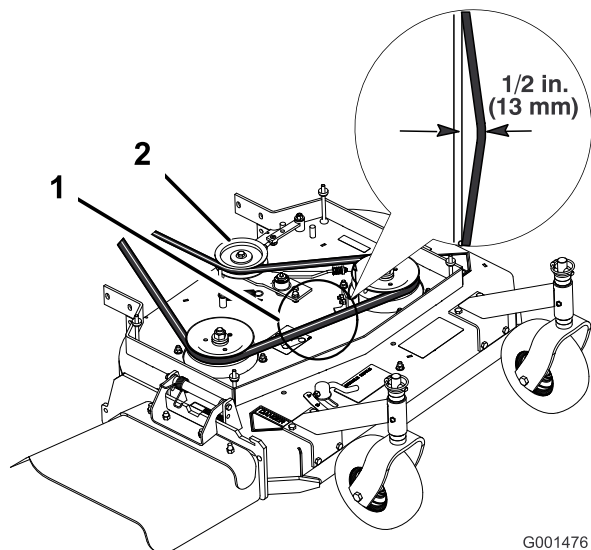
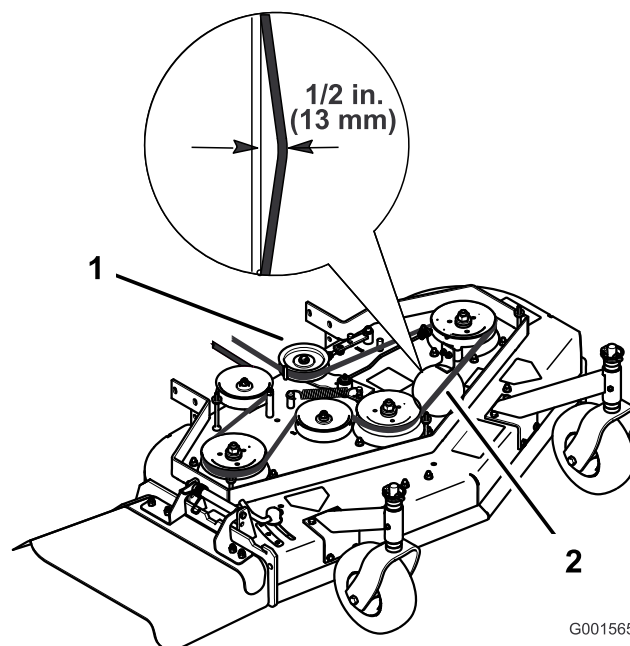

Figura 37
Figura 38
Nota: La tensión correcta de la correa del cortacésped es de 44-67 N (10-15 lbf) con la correa desviada 13 mm (1/2 pulg.) en el punto intermedio entre las poleas (Figura 37 o Figura 38).
3. Afloje la contratuercas del tensor (Figura 37).
4. Gire el tensor hacia la parte trasera del cortacésped para aumentar la tensión de la correa. Gire el tensor hacia la parte delantera del cortacésped para reducir la tensión de la correa (Figura 37).
Nota: La tensión correcta de la correa del cortacésped es de 44-67 N (10-15 lbf.) con la correa desviada 13 mm (1/2 pulg.) en el punto intermedio entre las poleas (Figura 37).
Nota: La tensión correcta de la correa del cortacésped es de 44-67 N (10-15 lbf.) con la correa desviada 13 mm (1/2 pulg.) en el punto intermedio entre las poleas (Figura 38).